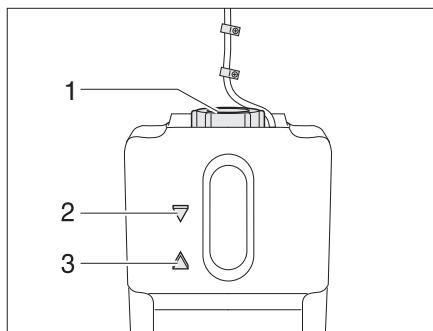

Bild 363 Expansionsbehållare varm-
- Kontroll av vätskenivå utförs på expansionsbehållaren (Bild 363), nivån skall ligga mellan markeringarna "MIN" (Bild 363,3) och "MAX" (Bild 363,2).
- Vredet på expansionsbehållaren (Bild 363,1) öppnas.